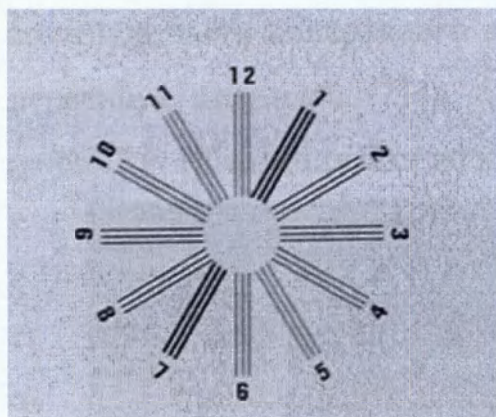

Рисунок 11
линзы (18), повышая рефракцию, пока все линии на таблице проверки астигматизма не будут одинаково темными (рисунок 11).